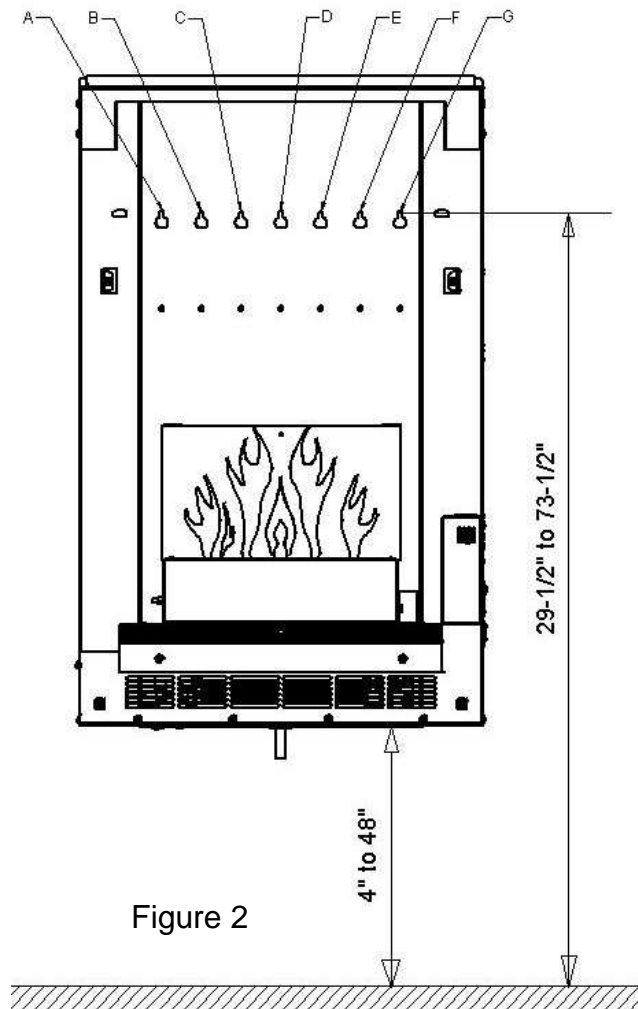

Figure 2
4. The second mounting anchor should be chosen so that it is the farthest mounting hole from the first mounting screw. (A to G shown in Figure 2) on the fireplace for wall mounting, these keyholes are 2" apart. For example, if you plan to use hole B as the first mounting hole, the second mounting hole must be G. Other available combinations are A-G, C-G, A-F, A-E, A-D and D-G.
9. Screw supplied wood screw into corresponding hole that aligns with stud. (Figure. 2)
4. Le deuxième point de fixation doit être le plus loin possible (à gauche ou à droite) du premier des 7 trous de serrure (A à G, voir la figure 2) sur le foyer pour une fixation murale, ces trous sont à 2 po de distance l'un des autres. Par exemple, si vous prévoyez utiliser le trou B comme premier trou de fixation, le deuxième trou de fixation doit être G. Les autres combinaisons possibles sont A-G, C-G, A-F, A-E, A-D et D-G.
9. Vissez le vis à bois fourni dans le trou correspondant qui s'aligne avec le goujon. (Fig. 2)